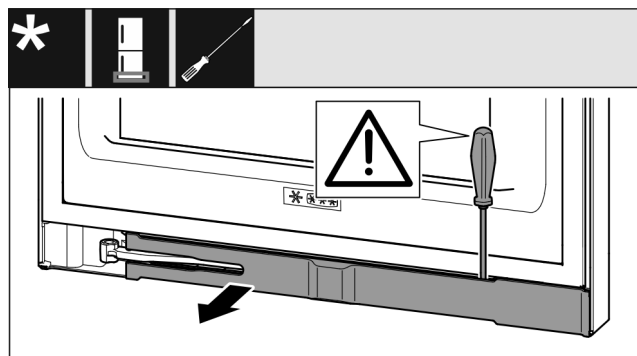

Fig. 13
- Plochým šroubovákem vyjměte záslepku a otočte ji ke straně Fig. 13 ().